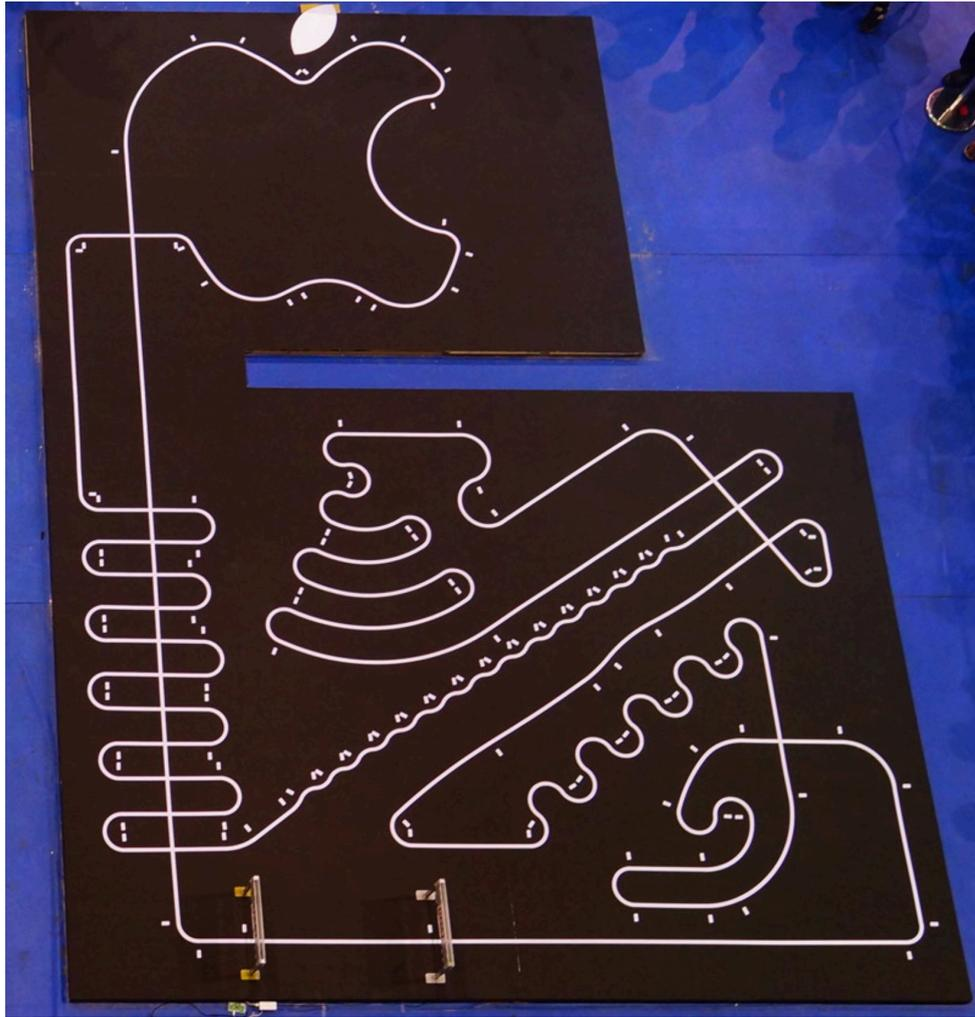

Figura 1: Pista Referencial
- a. La superficie del escenario está hecha de tableros negros uniformes en color y textura (Ver figura 1). Entre tableros puede existir un desnivel de máximo de 5 [mm], y una separación máxima de 1 [mm]. No se aceptarán reclamos sobre el agarre de la superficie.